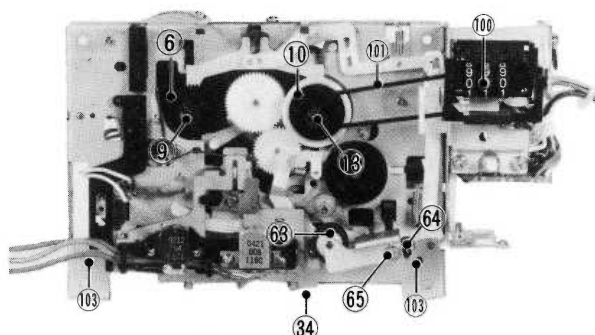

Fig. 27
1. Pinch roller ass'y (63) (Fig. 27)
3. Tape counter (Fig. 27)
4. Buttons case unit (34) (Fig. 27)